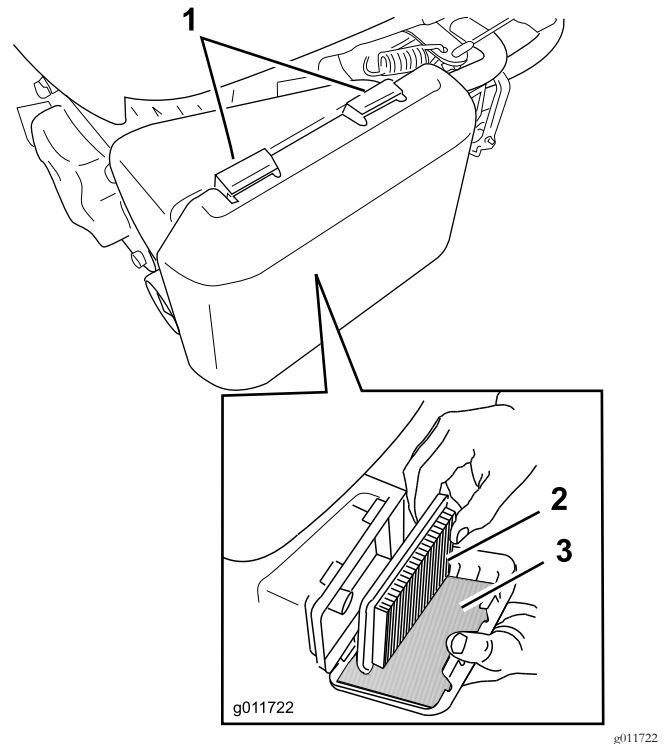

Bild 27
1. Drücken Sie die Verriegelungsnasen oben an der Liftfilterabdeckung nach unten (Bild 27).
3. Entfernen Sie den Papierfilter und den Schaumvorfilter (Bild 27).